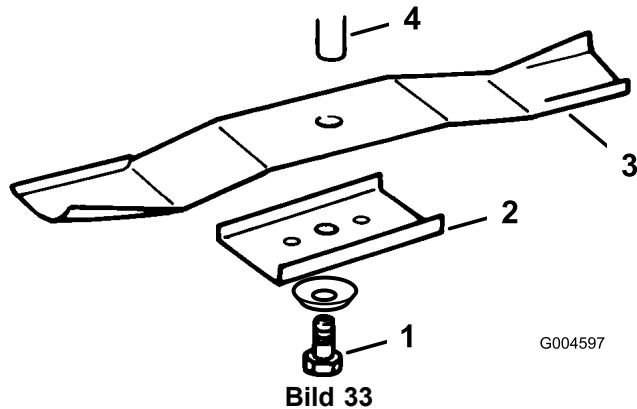

Bild 33
- Entfernen Sie die Schraube (5/8 Zoll-Schlüssel), Wellenscheibe, den Halter und das Schnittmesser (Bild 33). Sie können einen Holzklotz zwischen das Schnittmesser und das Mähwerk keilen, um das Schnittmesser beim Entfernen der Schraube zu blockieren.
- Bringen Sie das Schnittmesser, den -halter, die Wellenscheibe (Schalenseite zum Messer) und die Messerschraube an (Bild 33).